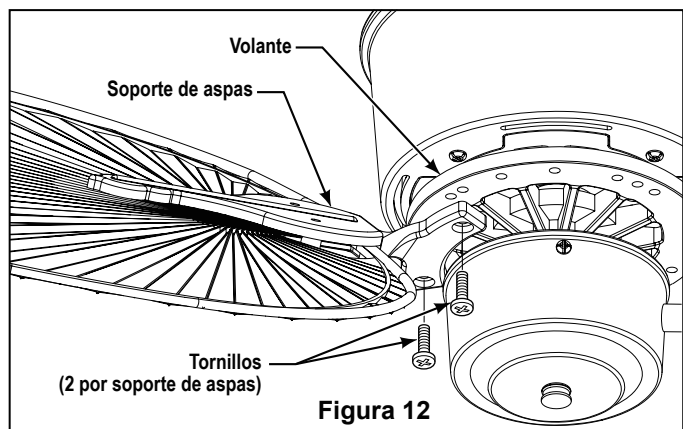

Figura 12
6. Ajuste ambos tornillos para asegurar el aspa. (Figura 12)
8. Asegúrese de que los tornillos que aseguran los soportes de aspas al motor al volante estén bien ajustados y que los soportes de aspas estén correctamente asentados sobre el volante. (Figura 12)